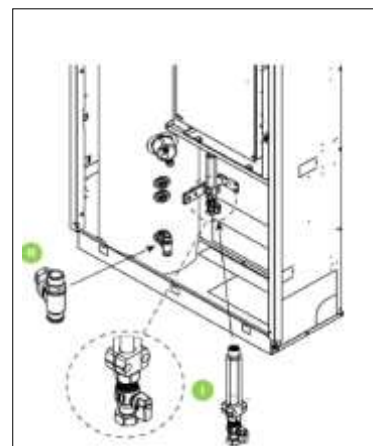

Figura 11A-fissaggio raccordi, tubi e staffa
- 8) Installare raccordo (H), tubo (I) con rubinetto e guarnizione. Fissare tubo con staffa (figura 11A).